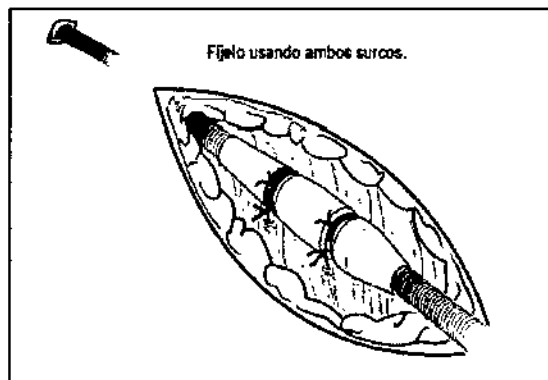

Figura 7. Uso del manguito con la técnica de implante percutáneo.
1. Pele la vaina introductora y deslice el manguito de sutura profundamente hacia el interior del tejido (Figura 7).